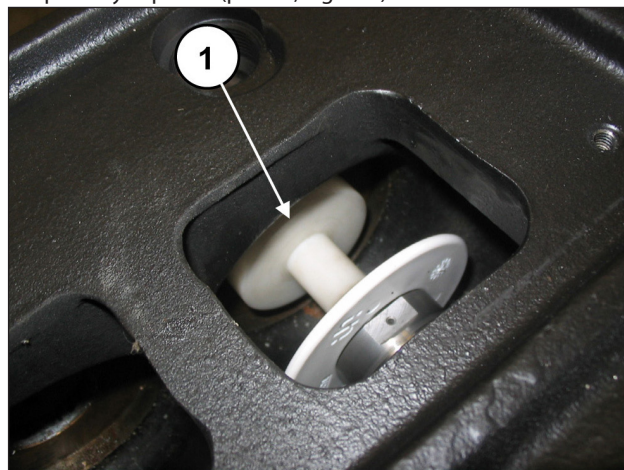

Fig. 134
Girar a mano el eje para desplazar progresivamente los tres pistones hacia la posición de punto muerto superior e introducir la herramienta tampón cód. 27516600 entre la guía del pistón y el pistón (pos. ①, Fig. 134).